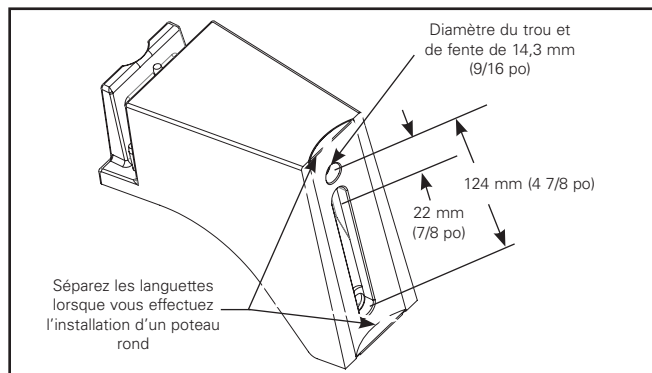

Figure 1.
1. Le bras de montage de poteau est conçu pour un poteau carré ou rond. L'installation d'un poteau rond requiert le détachement des languettes du bras de montage. Tenez les languettes avec des pinces et séparez-les, comme montré à la Figure 1. Le diamètre minimum du poteau doit être de : 76,2 mm (3 po). Aucun isolateur ou joint d'étanchéité n'est autorisé entre les surfaces de montage.